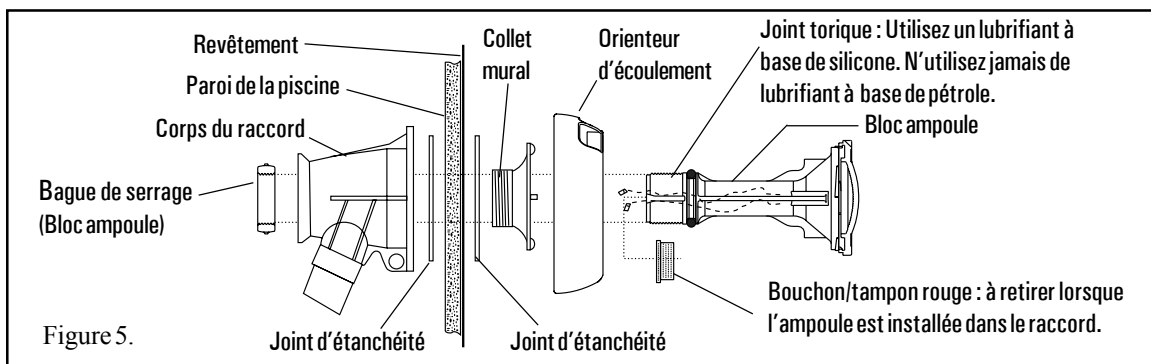

Figure 5.
10. Prenez un second joint d'étanchéité et enfillez-le, à partir de l'extérieur de la piscine, sur le collet mural fileté (voir figure 5). Pour les piscines standard à parois en tôle, il restera un joint et un patin d'espacement inutilisés. N'utilisez pas ces deux pièces ; elles sont conçues uniquement pour les parois étroites enclenchables.